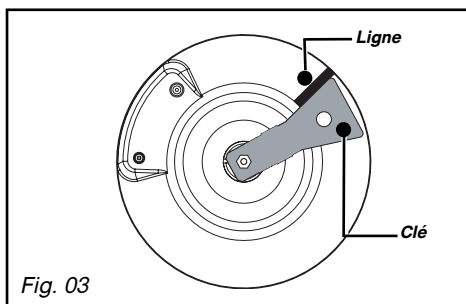

Fig. 03
Dans une installation existante, un tube souple équipé de ses colliers de serrage (conforme à la norme XP D 36-110) dont la durée de vie est de 5 ans peut être utilisé. Il est nécessaire dans ce cas d'utiliser un about sans oublier de mettre en place une rondelle d'étanchéité entre l'about et le coude de la table (Fig. 03).
– Tournez la clé dans le sens des aiguilles d'une montre jusqu'à ce que la ligne apparaisse de l'autre côté (Fig. 03).